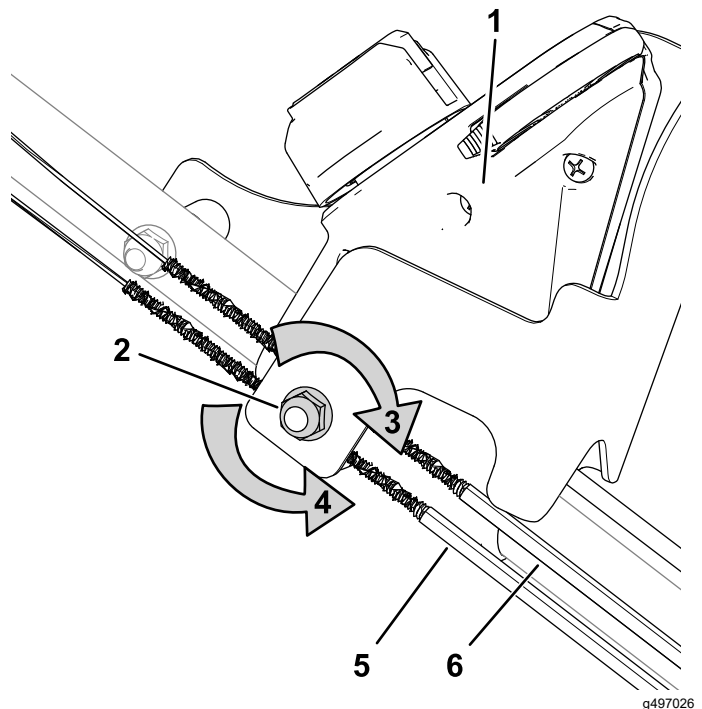

Figura 27
1. Gire la tuerca de ajuste en sentido antihorario para aflojar el cable (Figura 27).
2. Ajuste la tensión de los cables (Figura 27) tirando de ellos hacia atrás o empujándolos hacia adelante y sujételos en esa posición.